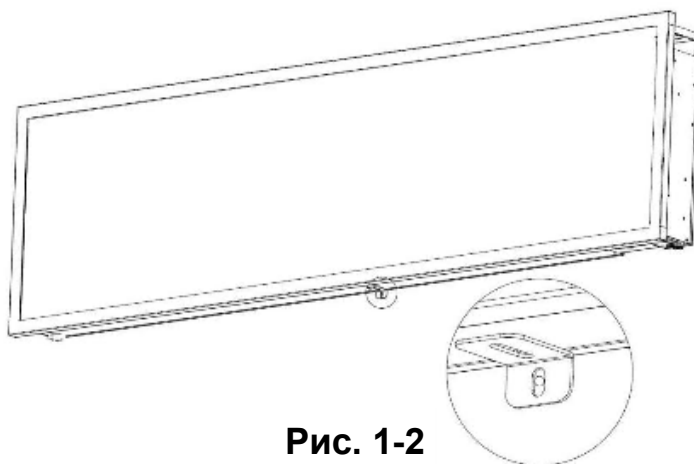

Рис. 1-2
В. Используя ранее снятый винт, прикрепите L-образный кронштейн (входит в комплект) к нижней части электрокамина. Рис. 1-2. Если сложно закрепить длинный саморез (D), тогда используйте запасной саморез (E).